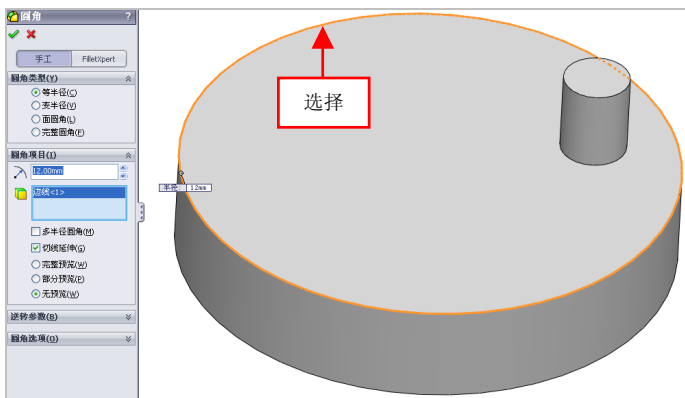

图 15-6 选择合适的边线
(6) 单击【圆角】按钮, 弹出【圆角】属性管理器, 设置【半径】为 12, 选择合适的边线, 效果如图 15-6 所示。